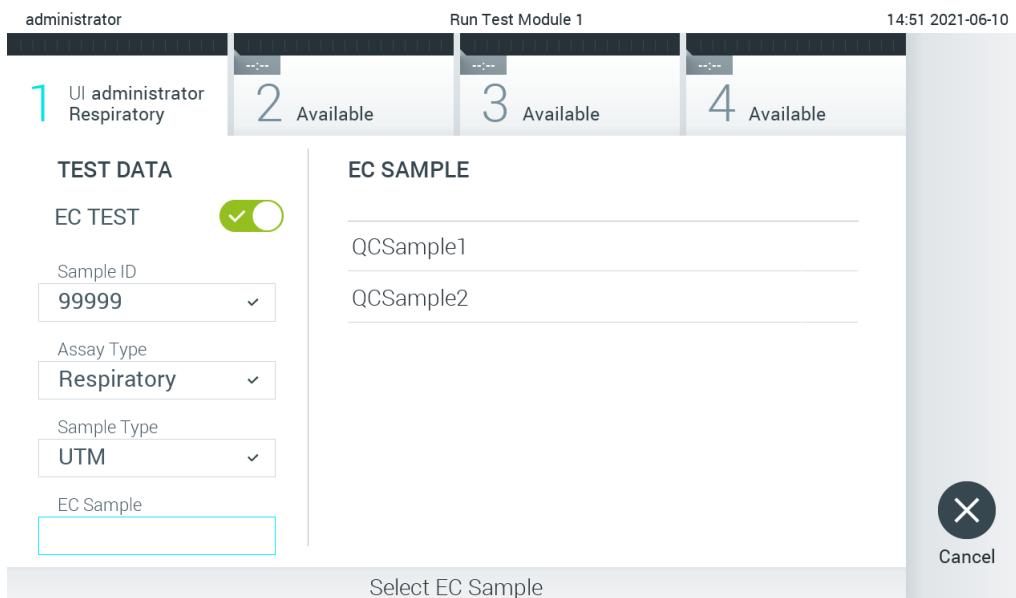

図 91. EC サンプルの選択。
6. リストから適切な EC サンプルを選択します。選択したアッセイの種類に対応する EC サンプルのみが表示されます (図 91、次のページ)。